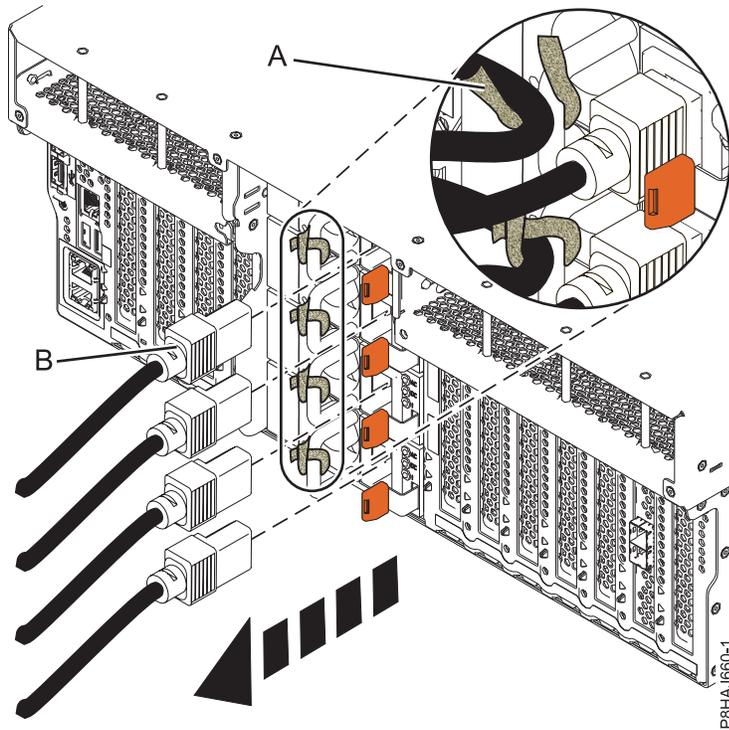
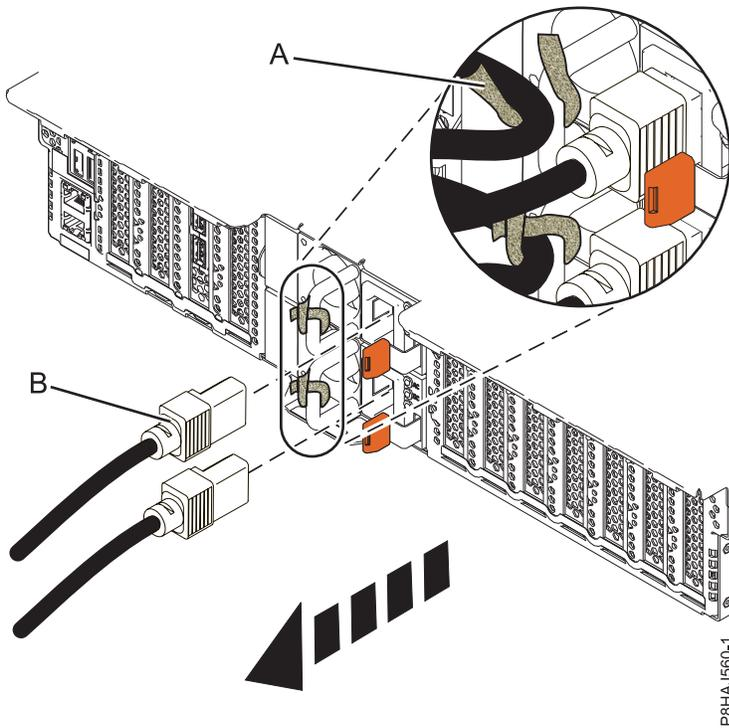
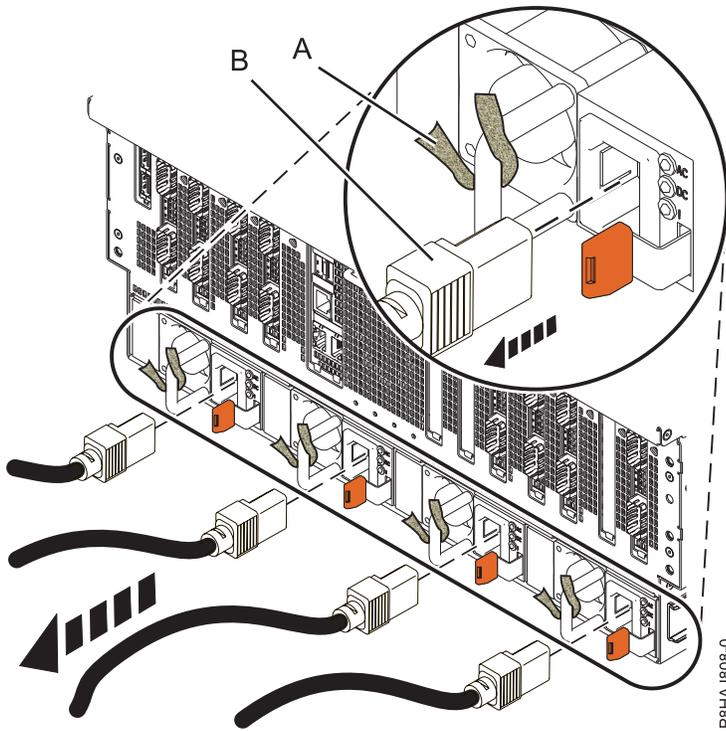

Abbildung 34. Netzkabel bei einem System vom Typ 8247-42L, 8286-41A oder 8286-42A abziehen
Abbildung 35. Netzkabel bei einem System vom Typ 5148-21L, 5148-22L, 8247-21L, 8247-22L, 8284-21A oder 8284-22A abziehen
Abbildung 36. Netzkabel bei einem System vom Typ 8408-44E oder 8408-E8E abziehen
3. Ziehen Sie die Netzkabel (**B**) von der Systemeinheit ab. Siehe Abb. 34 auf Seite 53, Abb. 35 auf Seite 53 oder Abb. 36 auf Seite 54 (je nach Systemtyp).